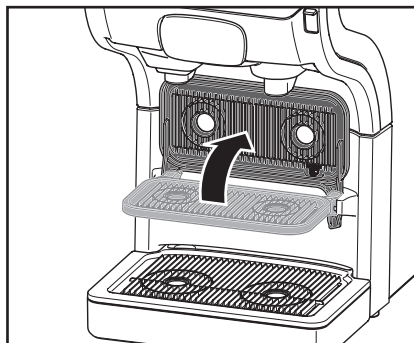

Fig. 11
- Basculez le porte-tasses vers le haut pour avoir suffisamment de place en hauteur pour une verseuse (fig. 11).